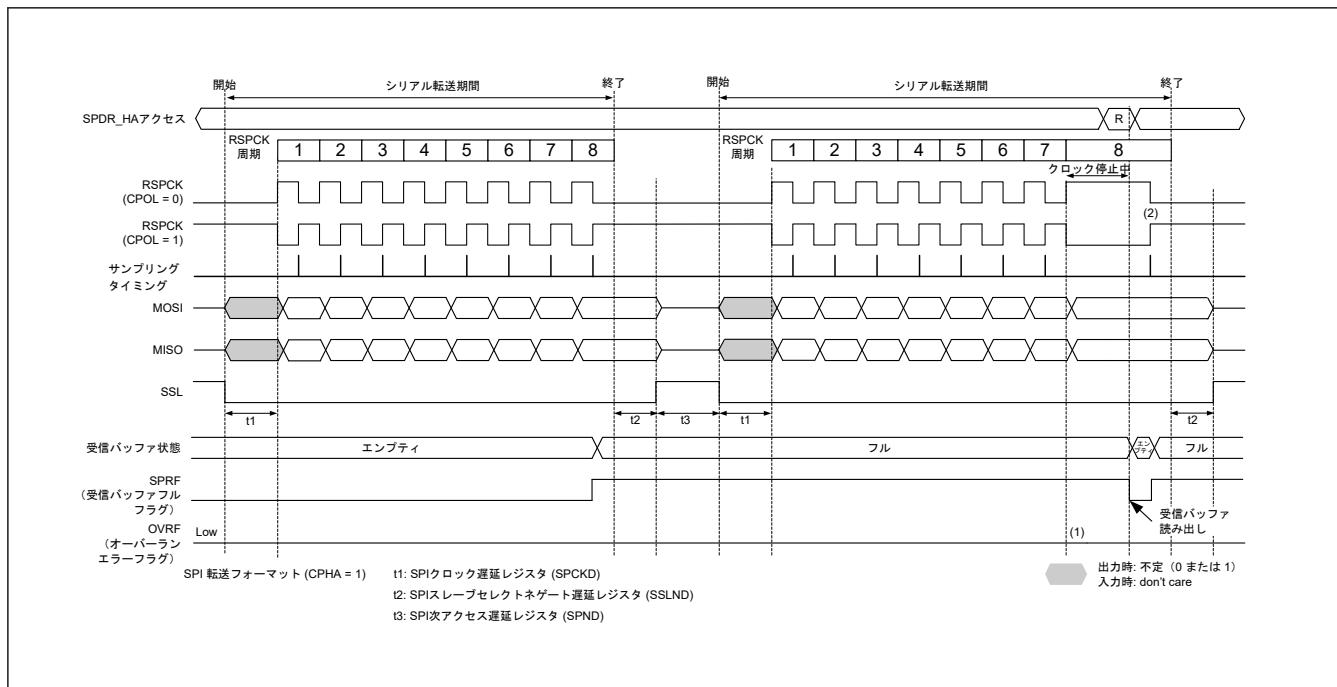

図 30.38 マスタモードの受信バッファフルの状態でシリアル転送が継続するときのクロック停止波形 (CPHA = 1)
マスタモードで RSPCK 自動停止機能を有効 (SPCR2.SCKASE = 1) にした場合は、オーバーランエラーが発生しません。図 30.38 と図 30.39 に、マスタモード時の受信バッファフルの状態でシリアル転送が継続するときのクロック停止波形を示します。
以下に、図 30.38 および図 30.39 の (1)、(2) に示したタイミングでのフラグ動作を説明します。